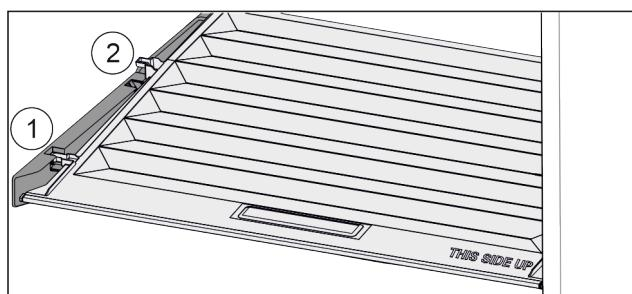

Fig. 37
- Потянуть крышку до отверстия в поддерживающих деталях вперед Fig. 37 (1).
- Поднять сзади снизу и извлечь Fig. 37 (2) движением верх.